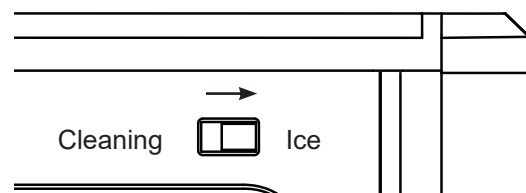

Figura 9
- Una vez completado, vuelva a deslizar el selector trasero hasta el modo "Ice" (Hielo). Consulte la figura 9.